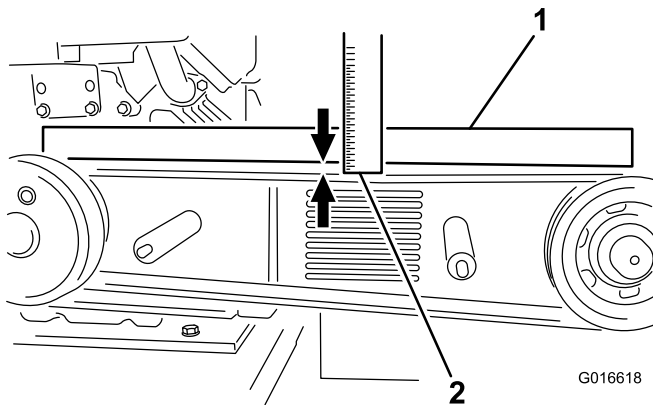

Figure 27
6. Posez une règle en travers des poulies d'embrayage et du volant moteur, serrez le boulon de tension de la courroie de sorte à obtenir une flèche de 1 cm (0,40 po) lorsqu'une pression de 6,8 kg (15 lb) est exercée au centre du brin (si vous retendez une courroie existante), ou lorsqu'une pression de 8 kg (18 lb) est exercée sur une courroie neuve (Figure 27).